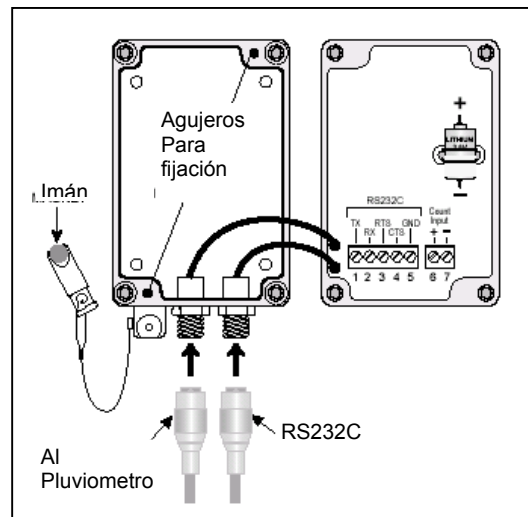

Fig. 4 HD 2013D
En la parte inferior se encuentran los conectores para su conexión a la serial RS232C del PC (conector macho de cinco polos) situado a la derecha, y al pluviómetro (conector macho de 3 polos) situado a la izquierda. Mas a la izquierda encontramos el soporte para el imán (ver fig. 4)
5. **Montarla respetando la polaridad (ver fig. 4)**